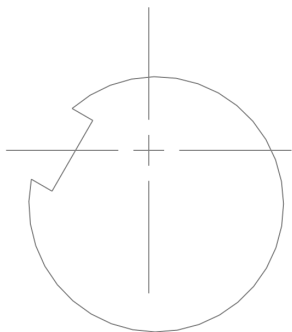

图 3-58 添加垂直约束效果
(3) 单击【确定】按钮，即可添加垂直约束，退出草图编辑环境，效果如图 3-58 所示。